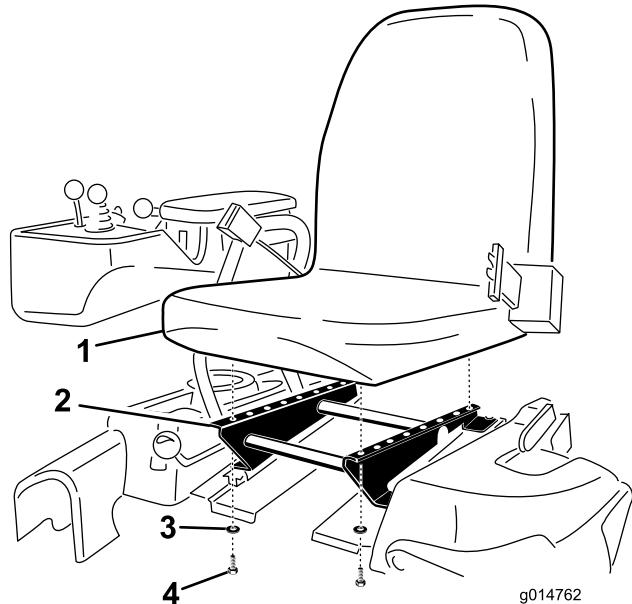

图4
3. 使用之前拆下的 4 个螺栓和垫圈将座椅固定到座椅底座上 (图4)。